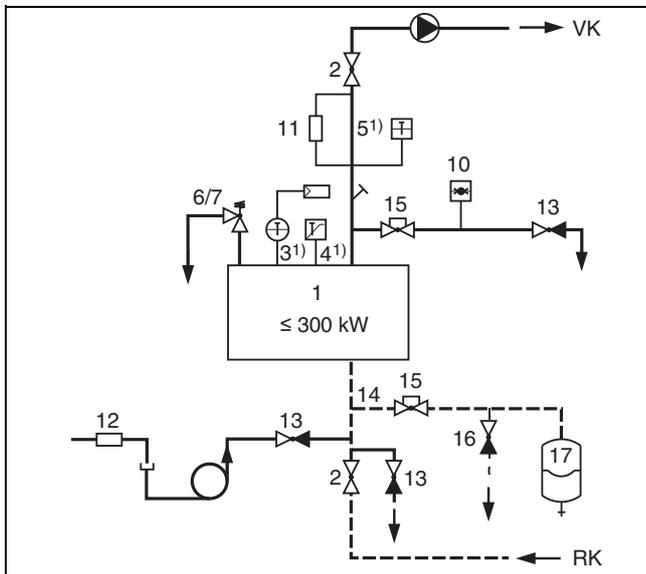

Рис. 35 Приборы безопасности по EN 12828 для котла = 300 кВт с STB ≤ 110 °С (прямой нагрев)
- 1) (рис. 35 и 36) базовая комплектация системы управления котла: максимально достигаемая температура подающей линии в сочетании с системами управления Logamatic примерно на 18 К ниже температуры отключения (STB).
Пояснения к рис. 35 и 36: